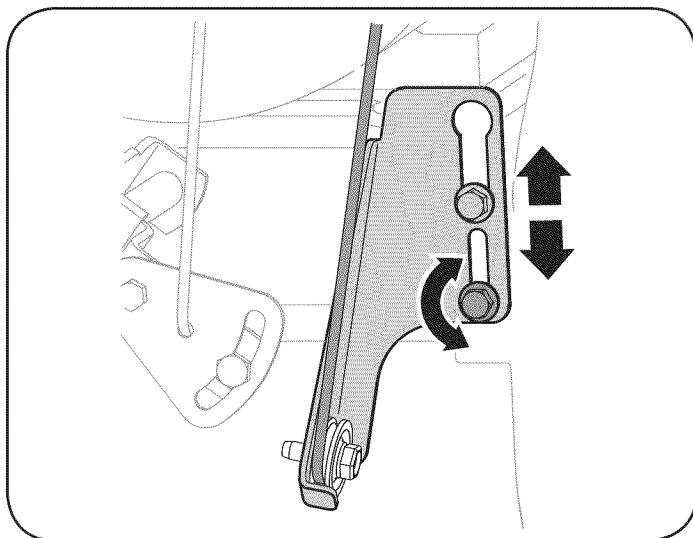

Figura 19
- b. Afloje la tuerca hexagonal inferior del soporte del cable de la transmisión. Vea la Figura 19.